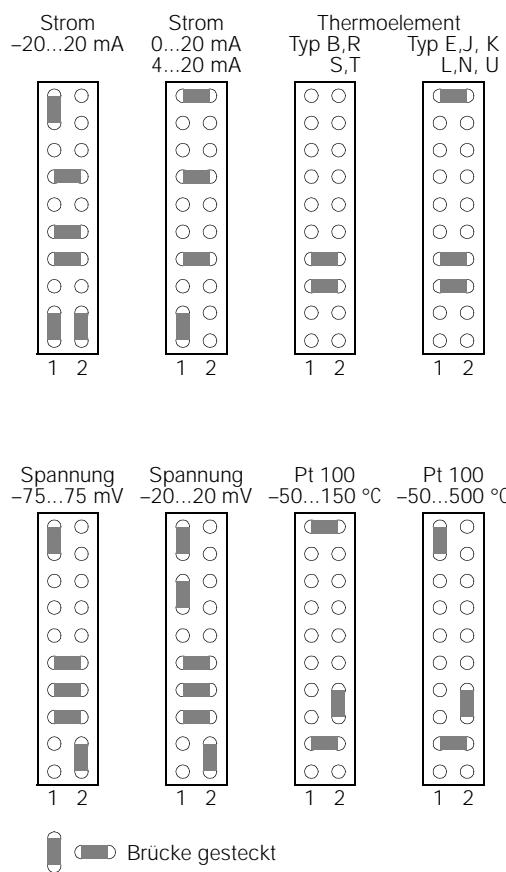

Bild 17 Anordnung der Steckbrücken in Abhängigkeit von Meßart und Nennmeßbereich
3. Steckbrücken entsprechend gewünschter Meßart und gewünschtem Nennmeßbereich anordnen (siehe Bild 17).